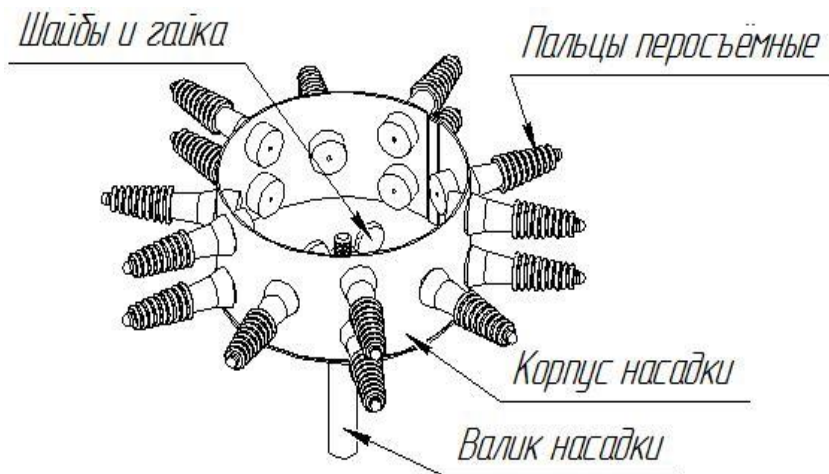

Рис.1 Устройство изделия
5.1 Изделие (см. рис.1), состоит из корпуса насадки, в котором закреплены силиконовые перосъёмные пальцы (15 штук). В центральном отверстии корпуса насадки посредством гайки-барашка закреплён валик насадки. Валик должен быть надёжно закреплён в патроне электродрели или шуруповёрта.